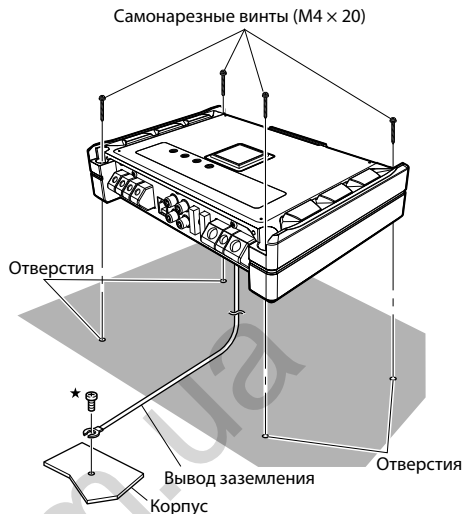

Рис. 3
6. Расположите усилитель PDR-M65/PDR-F50 над отверстиями для винтов и закрепите его с помощью четырех самонарезных винтов. (Рис. 3)